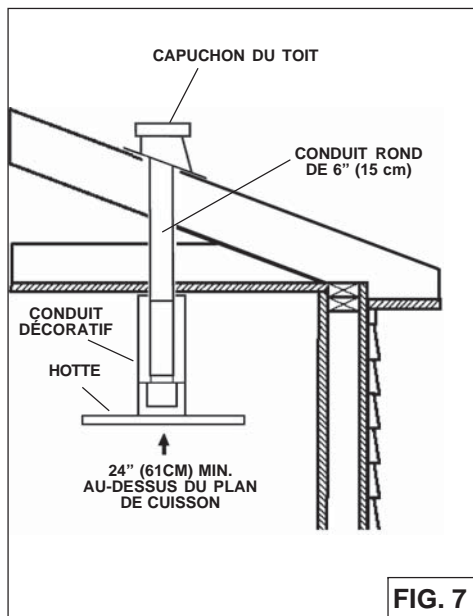

FIG. 7
4. Installez un couvercle sur le toit ou au mur. Reliez un tuyau en métal rond au couvercle et faites-le aller jusqu'à l'emplacement de votre hotte. Utilisez du ruban adhésif pour sceller les joints entre les sections de conduits (Fig.7).